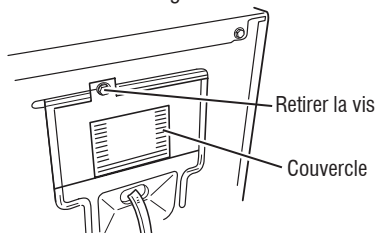

Figure 3 – Retirer le couvercle (l'apparence peut varier).
2. Ôter le couvercle du logement qui se trouve sur le coin supérieur droit à l'arrière de la sècheuse. Voir figure 3.
2. Ôter le couvercle du logement qui se trouve sur le coin supérieur droit à l'arrière de la sècheuse. Voir figure 3, page 37.